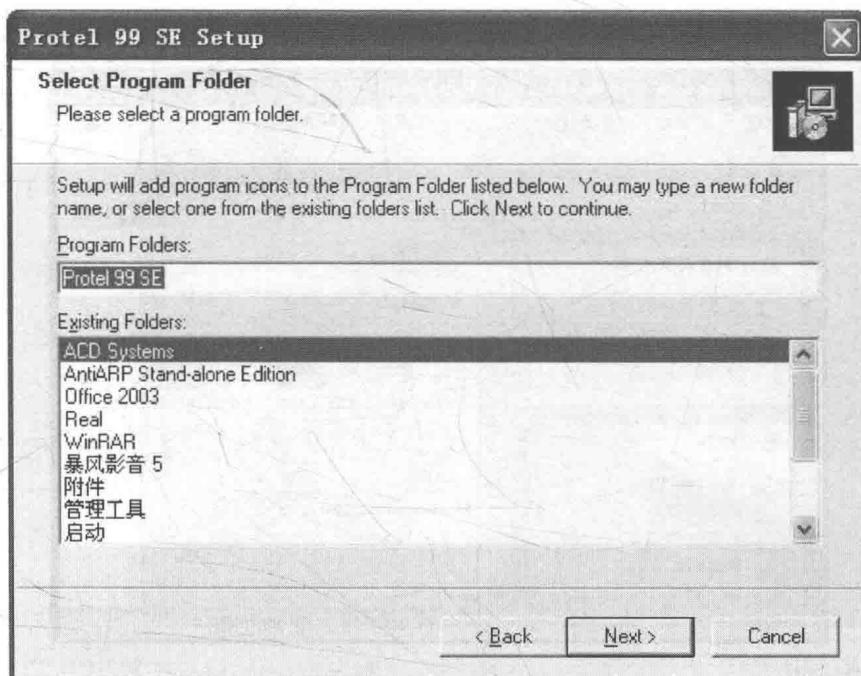

图 0-6 设置程序组
- 6) 进入设置程序组对话框，如图 0-6 所示，单击“Next”继续。